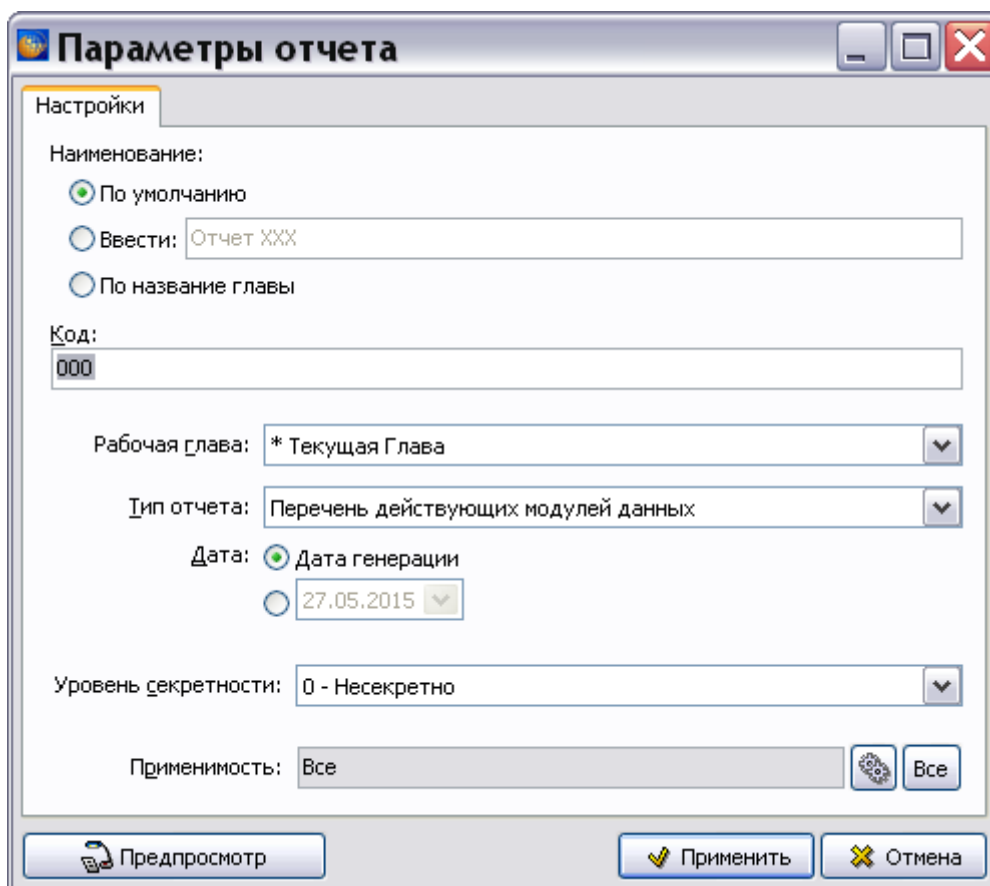

Рис. 18.40
3. Нажмите на название отчета правой кнопкой мыши и выберите в контекстном меню пункт **Свойства**. После этого появится диалоговое окно **Параметры отчета** (Рис. 18.40).